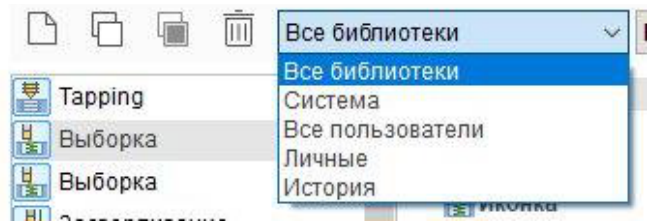

Рис. 8-17. Дерево элементов примера 2.
Дерево элементов будет показано в графической области (рис. 8-17). В этот раз структура элементов более сложная. Выделены группы элементов **Сверху** (1) и **Снизу** (2). И в этих группах одинаковые элементы; это потому, что сквозные отверстия можно обрабатывать с 2 сторон. Мы будем использовать группу **Сверху**.